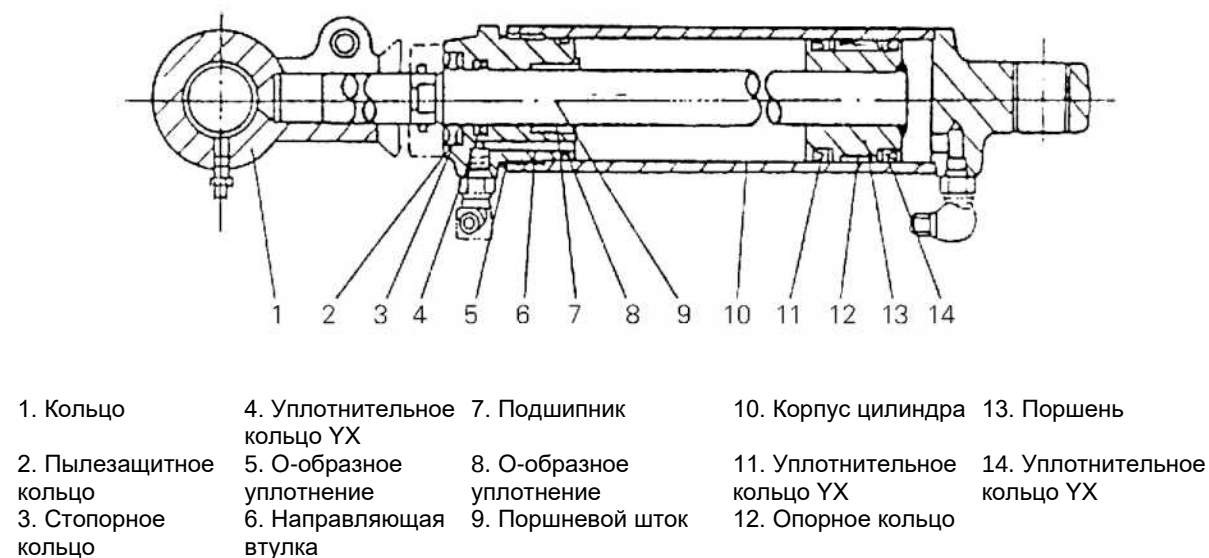

Рис. 9-11. Цилиндр наклона
9.7 Цилиндр наклона (рис. 9-11)